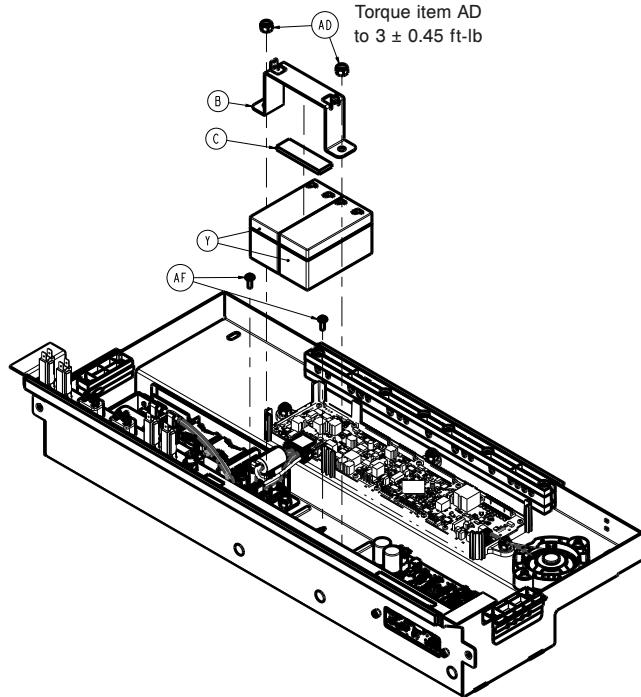

Figure 29 – Remplacement de la batterie
10. À l'aide d'une clé à cliquet et d'une douille de 7/16 po, retirer les deux écrous (AD) qui fixent la sangle de la batterie (B) à l'ensemble de boîtier électronique (Figure 29). Conserver les écrous.
8. À l'aide d'une clé à cliquet et d'une douille de 7/16 po, retirer les deux écrous (AD) qui fixent la sangle de la batterie (B) à l'ensemble de boîtier électronique (Figure 29). Conserver les écrous.